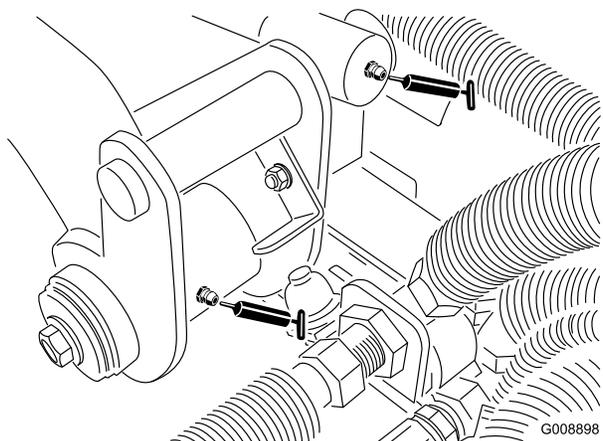

Figure 34
- Pivots de bras de relevage arrière et vérin de relevage (2) (Figure 34)